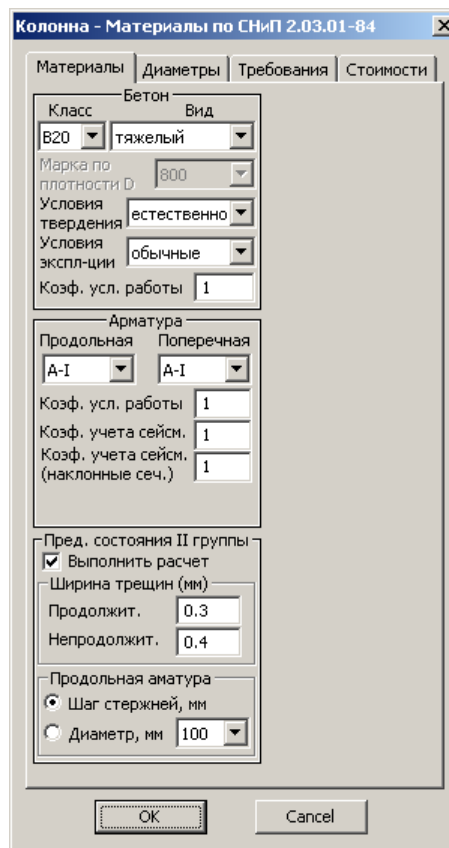

Рис.5.2.2. Окно диалога **Колонна – Материалы по СНиП 2.03.01-84** (закладка **Материалы**) для пилона См 2_1
- В открывшемся окне диалога **Колонна – Материалы по СНиП 2.03.01-84** на закладке **Материалы** (рис. 5.2.2) проанализируйте данные: